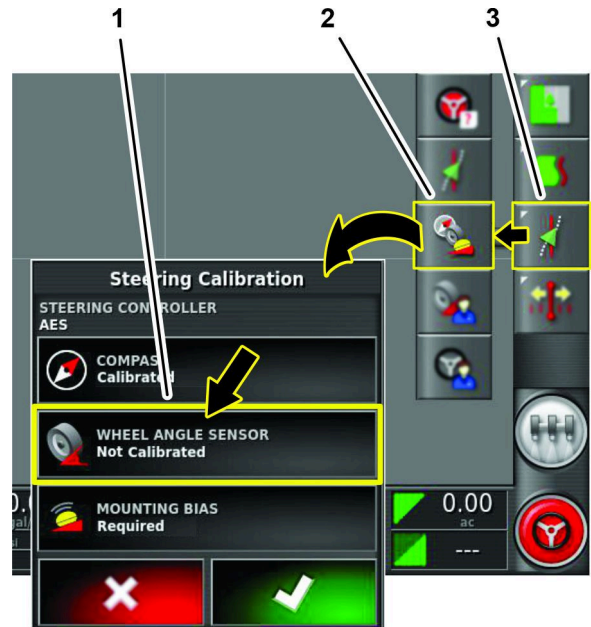

Figure 163
2. Appuyez sur l'icône STEERING OPTIONS (options de direction) (Figure 163).
3. Appuyez sur l'icône AUTO STEER CALIBRATION (étalonnage d'AutoSteer) (Figure 163).
4. Appuyez sur l'icône WHEEL ANGLE SENSOR (capteur d'angle de roue) (Figure 163).